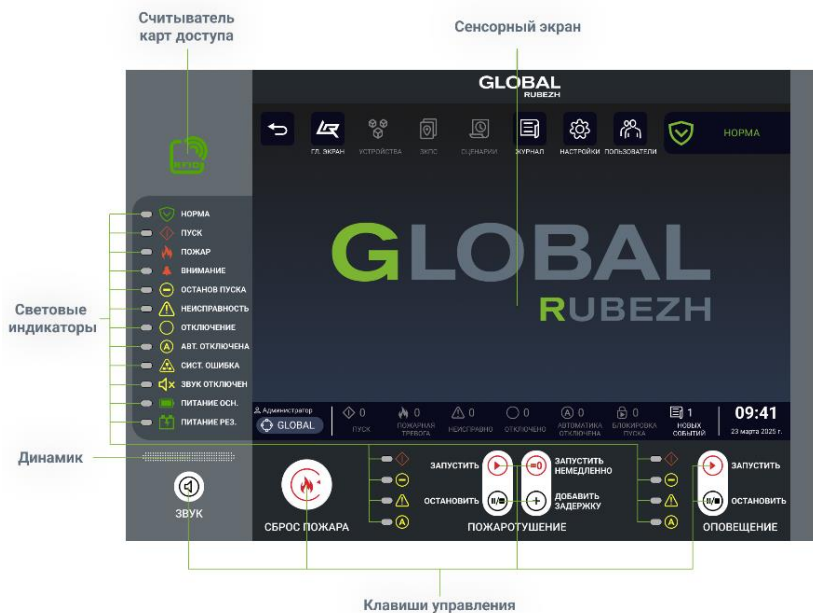

Рисунок 3
4.4 На лицевой поверхности шкафа расположены: сенсорный экран, считыватель карт доступа, световые индикаторы, динамик звуковой сигнализации и органы управления – клавиши (рисунок 3).